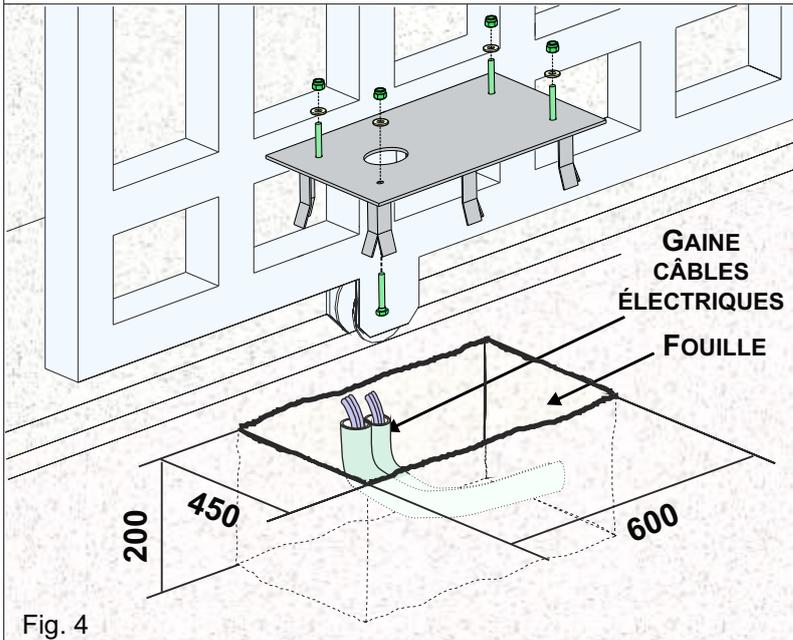

Fig. 4
**3.1.** Selon les mesures indiquées sur la Fig. 4, préparez un emplacement de béton à l'intérieur duquel les boulons d'ancrage seront murés et sur lesquels la plaque de fondation sera fixée et murée à son tour